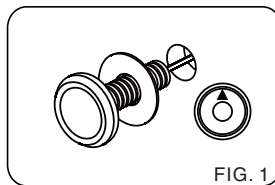

FIG. 1
1. Sustituya la actual mirilla o perfore un agujero de 14mm en la puerta a la altura de los ojos. Introduzca la cámara desde el exterior, a la vez que inserta la arandela entre la parte posterior de la lente y la puerta. Asegúrese que la flecha marcada en la parte frontal de la cámara señala hacia arriba (FIG.1).